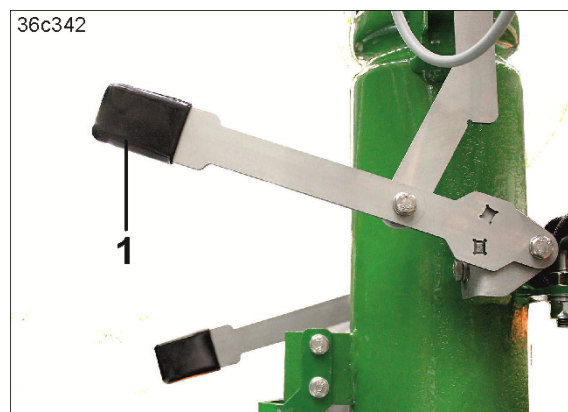

Рис. 184
2. Чтобы прервать подачу посевного материала к сошникам нужной половины агрегата, зафиксируйте нужный рычаг (Рис. 184/1) вверх регулировочного сегмента (см. гл. «Переключение половины секций при помощи рычага», стр. 91).